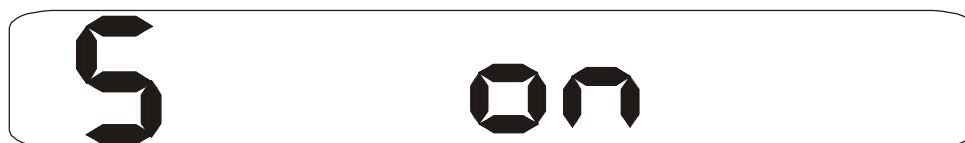

Рис.34. Вид индикатора, когда звуковая сигнализация включена.
6.3.9. Режим включения/выключения звуковой сигнализации. Для входа в этот режим необходимо нажать кнопку “Режим” семь раз. На индикаторе появится следующее изображение (Рис. 34):